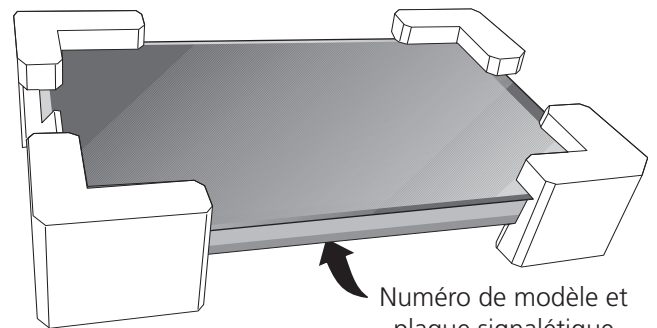

Figure 3
2. Il faut brancher l'appareil au panneau de distribution en utilisant des câbles flexibles à gaine métallique ou non métallique. On doit brancher directement à la boîte de jonction le câble gainé flexible de l'appareil. Il faut installer la boîte de jonction tel qu'illustré à la Figure 3 en laissant autant de lâche que possible dans le câble entre la boîte et l'appareil, pour en faciliter le déplacement si l'entretien s'avère nécessaire.